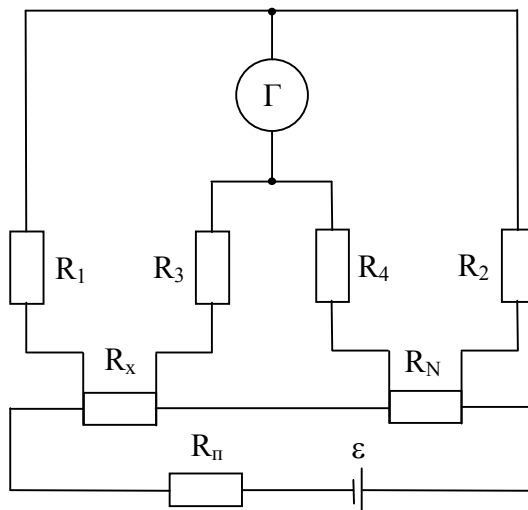

Рис. 2.
17. Равновесие двойного моста постоянного тока (рис. 2) имеет место при следующих значениях сопротивлений, из которых составлен мост:  $R_1 = R_3 = 200$  Ом,  $R_2 = R_4 = 100$  Ом,  $R_N = 0,001$  Ом. Сравняющим устройством является магнитоэлектрический гальванометр. Определите сопротивление  $R_x$ , при котором мост уравновешен.